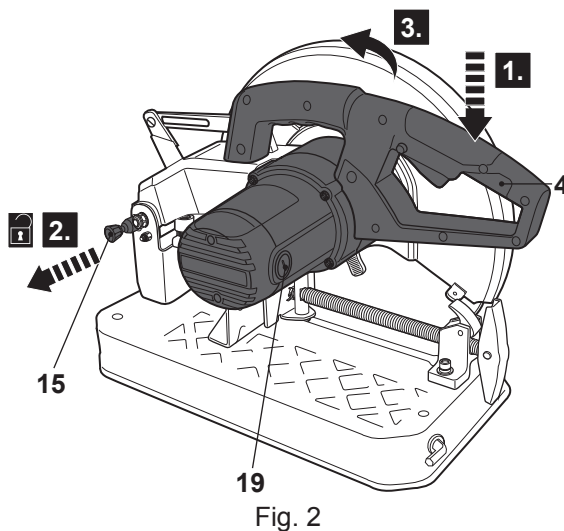

Fig. 2
- > Aplique uma ligeira pressão para baixo na pega de funcionamento (4) e puxe o pino de desbloqueio (15) para fora para libertar a unidade do motor (19).
- > Guie lentamente a unidade do motor para cima até a posição mais alta (Fig. 2).